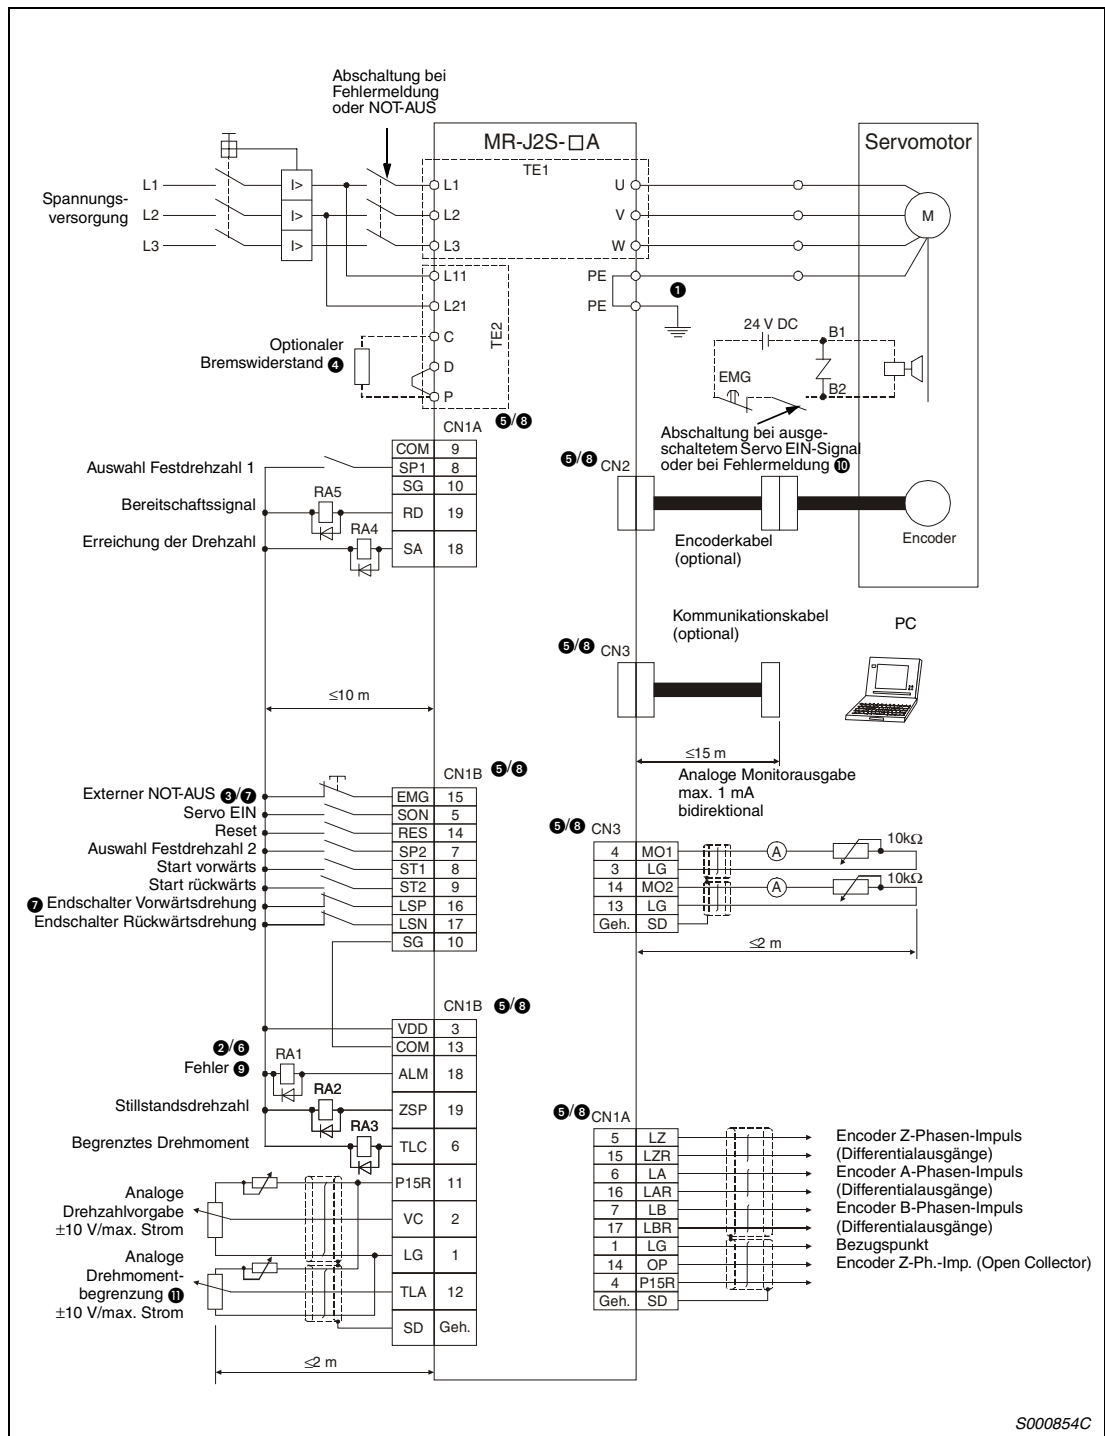
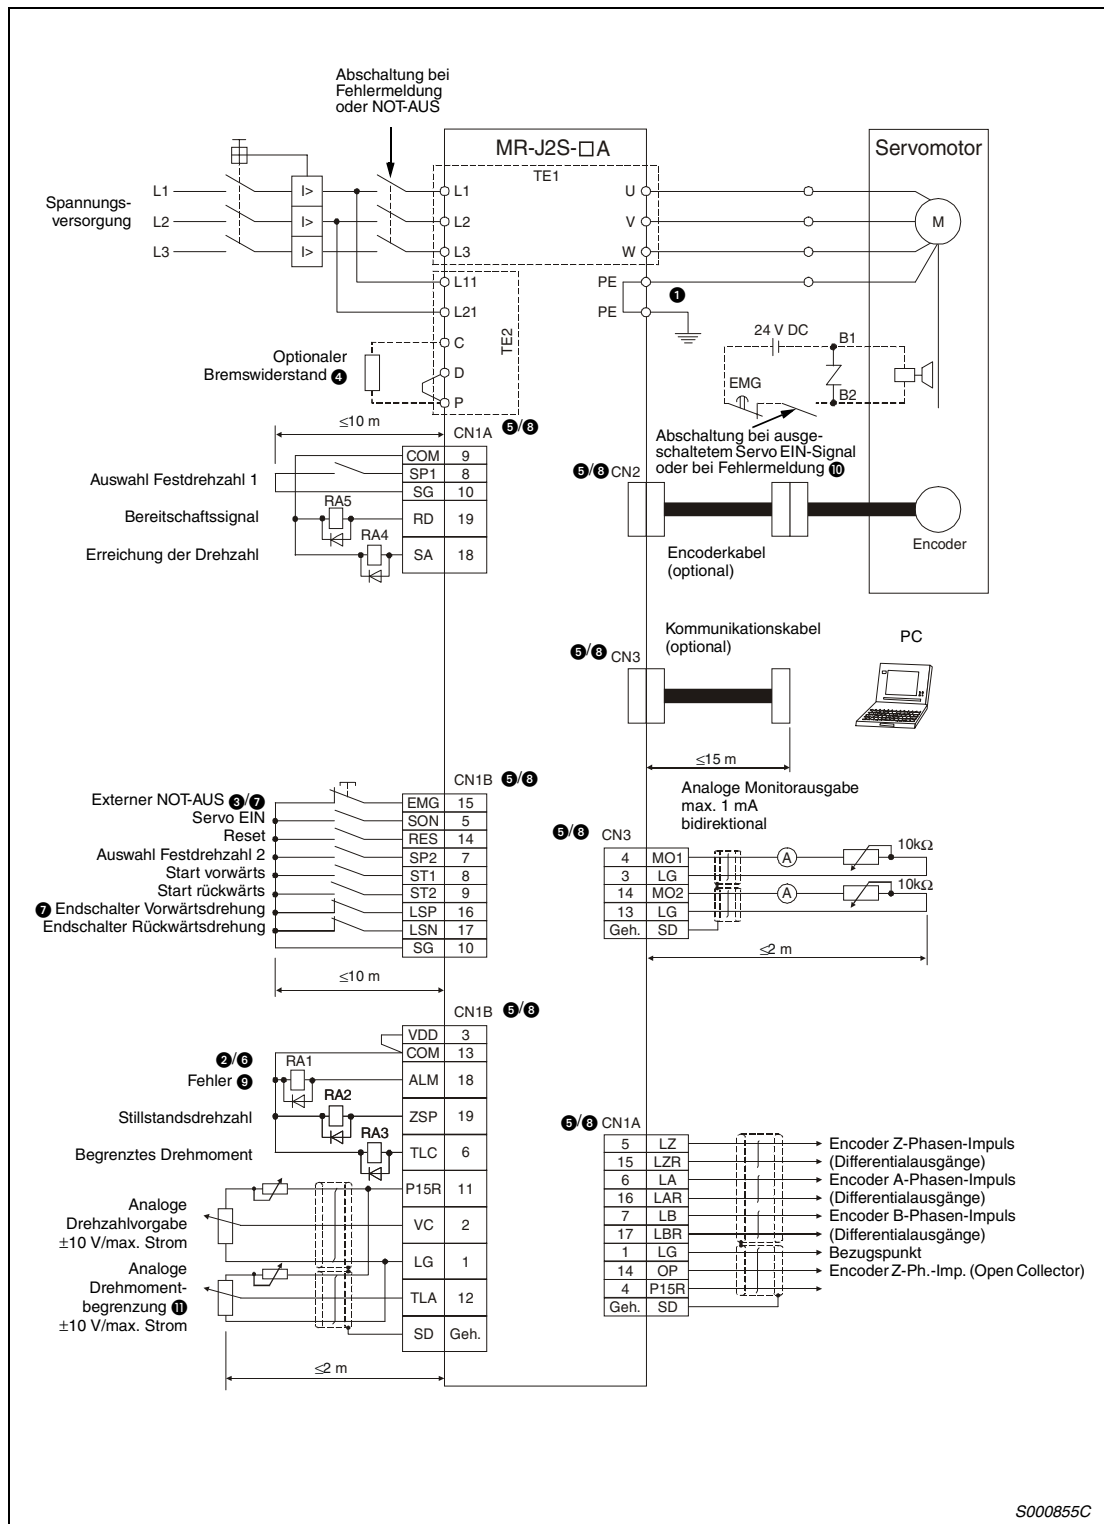

Abb. 3-37: Beispielschaltung zur Drehzahlregelung in positiver Eingangslogik/negativer Ausgangslogik
Abb. 3-38: Beispielschaltung zur Drehzahlregelung in negativer Logik
❶ **Achten Sie auf korrekte Erdung von Servomotor und Servoverstärker. Zur Vermeidung eines elektrischen Schlags müssen Sie die Schutzleiterklemme (PE) des Servoverstärkers, gekennzeichnet mit  $\perp$ , mit der Erdungsklemme des Schaltkastens verbinden.**
❷ **Achten Sie bei der Diode auf korrekten Anschluss. Ein verkehrter Anschluss der Diode führt zu fehlerhaftem Verhalten des Servoverstärkers und verhindert das Aus-senden von Signalen, die wichtige Schutzeinrichtungen wie NOT-AUS oder andere steuern.**
❸ **Ein NOT-AUS-Schalter muss eingesetzt werden.**
**Hinweise zu Abb. 3-37 und Abb. 3-38**
- ❹ Die gezeigte Beschaltung der Klemmen für den optionalen Bremswiderstand gilt ausschließlich für die Servoverstärker MR-J2S-350A oder kleiner. Eine genaue Beschreibung zur Beschaltung der Klemmen für andere Leistungsklassen finden Sie in Tab. 3-3.
- ❺ Die Stecker CN1A, CN1B, CN2 und CN3 haben die gleiche Form. Eine falsche Belegung der Schnittstellen kann zum Kurzschluss und zur Zerstörung der Ein-/Ausgänge führen.
- ❻ Der Summenstrom der externen Relais darf maximal 80 mA betragen. Übersteigt der Summenstrom diesen Wert, müssen Sie zusätzlich eine externe Spannungsversorgung vorsehen.
- ❼ Vor der Betriebsaufnahme müssen das externe Notstoppsignal (EMG) und das Signal LSN/LSP eingeschaltet werden (Öffner).
- ❽ Im Servoverstärker sind Pins mit gleichem Namen miteinander verbunden.
- ❾ Das Fehlersignal (ALM) ist, solange kein Alarm auftritt, immer eingeschaltet (Sicherheits-schaltung). Wird das Signal bei einem Alarm ausgeschaltet, sollte die Sollwertausgabe der überlagerten Steuerung durch ein Unterprogramm gestoppt werden.
- ❿ Gilt nur für Servomotoren mit elektromagnetischer Haltebremse.
- ⓫ Die analoge Drehmomentbegrenzung (TLA) kann durch Setzen einer der Parameter 43 bis 48 für den Einsatz der Drehmomentbegrenzung (TL) aktiviert werden.